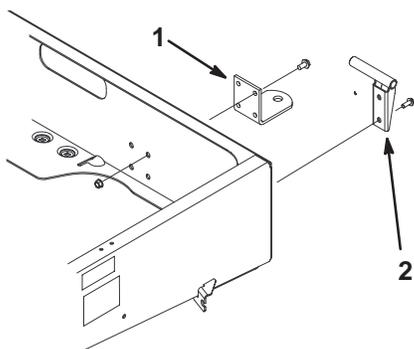

Figura 7
2. Monte o apoio da articulação da mão esquerda no canto esquerdo traseiro do chassis com dois parafusos de cabeça flangelada (3/8 x 1 pol.). Colocar o apoio, tal como exemplificado na Figura 7.